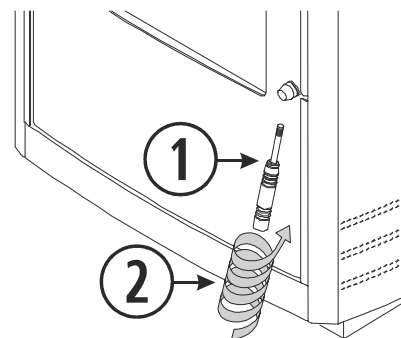

Figura 2
- 4.7. En el caso de los modelos estufa Suez, la manilla se envía desmontada y guardada dentro de la tolva. En estos casos, es necesario montar dicha manilla enroscándola en el cierre de la puerta, tal y como indica la *figura 2*.
①	Manilla de la puerta.
②	Enroscar la manilla en el cierre.